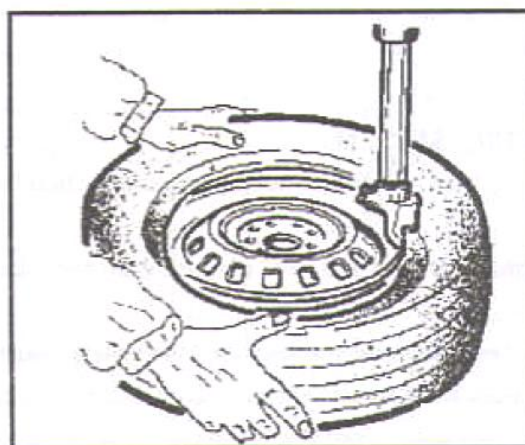

Рис. 19
Нажать рукой на шину, завести ее в обод колеса, нажать на педаль (Z), поворачивая стол по часовой стрелке. Выполнить операцию по всей окружности колеса (рис. 19).